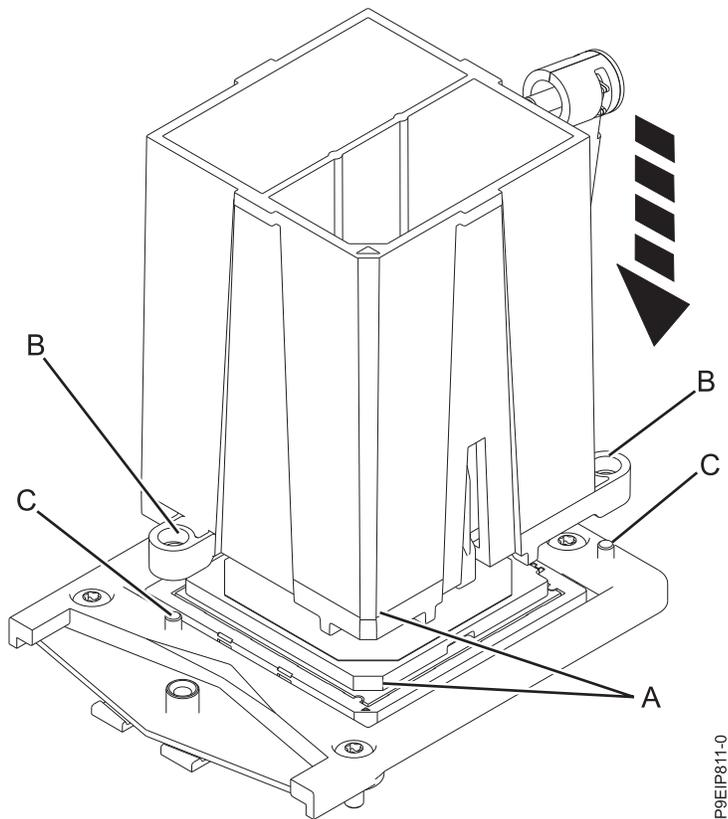

図 44. システム・プロセッサ・モジュールの取り付け
11. ツールとシステム・プロセッサ・モジュールを下げて、ソケットに乗せます。ツールの斜めになっている隅 (A) をソケットの斜めになっている隅に位置合わせします (46 ページの図 44 を参照)。2 つのガイド・ピン (C) をツールの両側にある位置合わせ穴 (B) に差し込みます。傾けないように注意して、ツールを水平に下ろします。システム・プロセッサ・モジュールがソケットに触れている間は、ツールとシステム・プロセッサ・モジュールをいずれの方向にもスライドさせないでください。ツールとシステム・プロセッサ・モジュールがガイド・ピンの位置に正しく合っていない場合は、ツールとシステム・プロセッサ・モジュールを持ち上げて、位置を変更します。